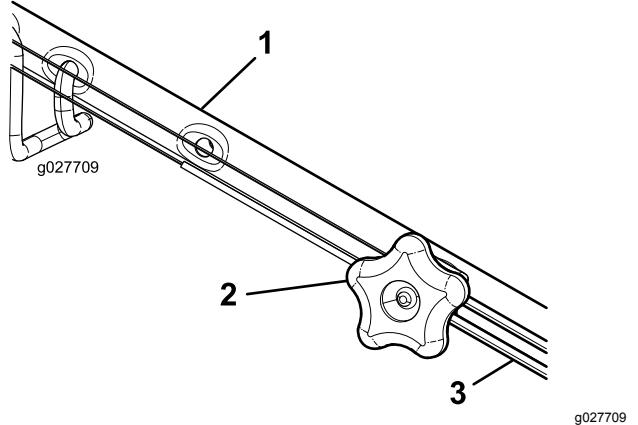

Bild 42
1. Drehen Sie das Handrad nach links, um die Zugeinstellung zu lösen (Bild 42).
2. Stellen Sie die Spannung des Zugs (Bild 42) ein, indem Sie ihn zurückziehen oder nach vorne drücken und dann in dieser Stellung arretieren.